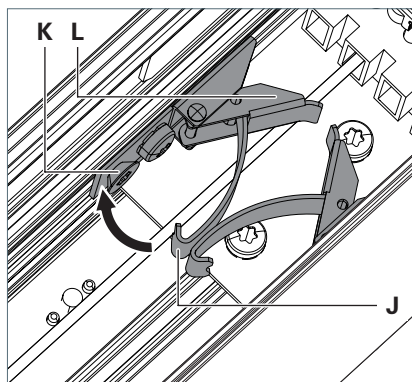

Fig. 24: Fissaggio degli apparecchi.
- Agganciare la staffa **J** alla vite **K**, vedi Fig. 24.